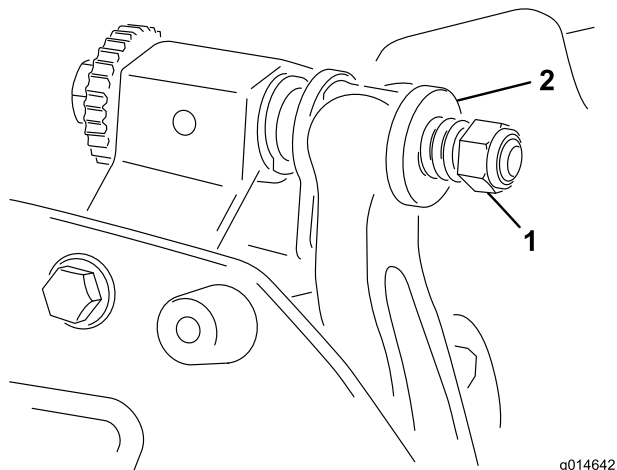

Рисунок 16
- Затяните гайку затяжки пружины до полного сжатия пружины, а затем ослабьте, повернув в обратную сторону на пол-оборота (Рисунок 16).